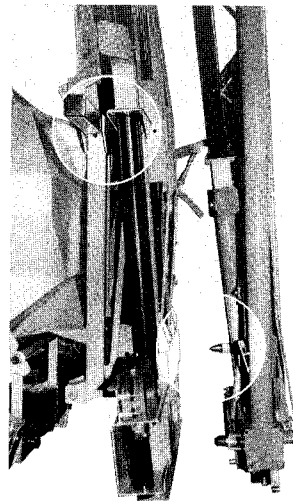

Bild 35
1. der innere Ausleger (Bild 35) mit beiden Gummipuffern am Schwenkrahmen anliegt.